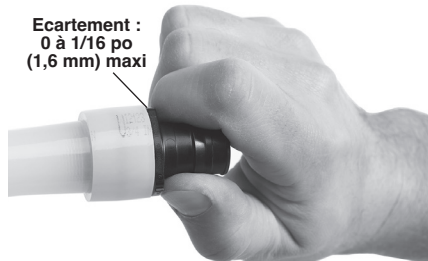

Figure 9 – Insertion du raccord dans le tuyau
6. Insérez le raccord dans le tuyau jusqu'à ce que son épaulement butte contre l'extrémité du tuyau comme indiqué à la Figure 9. La contraction de l'extrémité du tuyau risque de serrer le raccord.